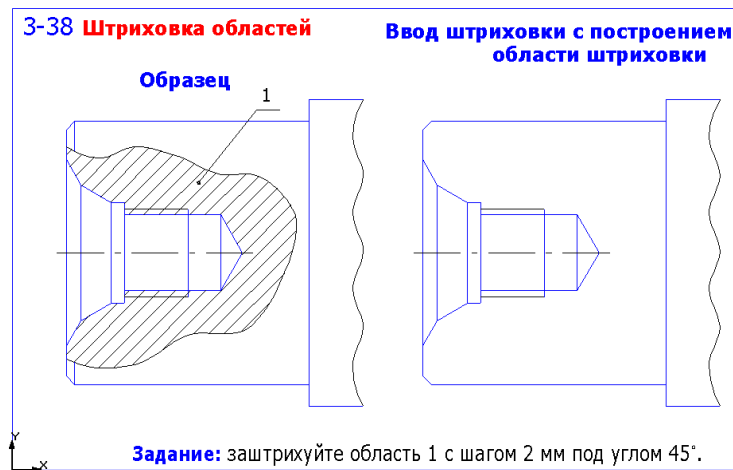

Рис. 44
46. Откройте файл фрагмента 3-38 (рис. 44).